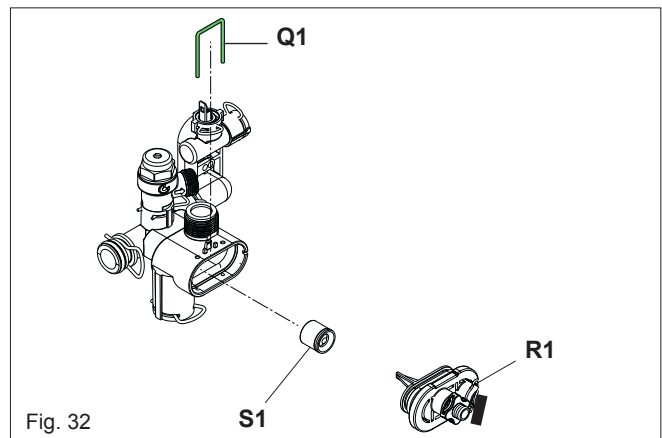

Fig. 32
6.17 AUTOMATIC BY-PASS (fig. 32)